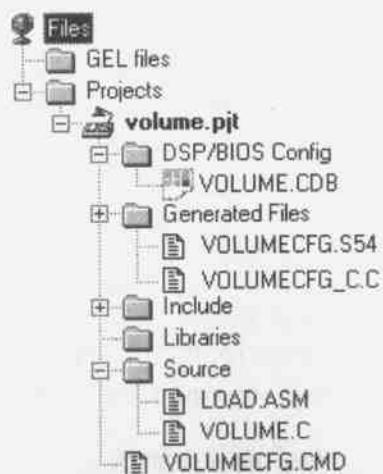

图 7.18 工程中包括的文件
- (1) 在 D:\application\ccs\myprojects 下建立一个名为 volume2 的文件夹。
- (2) 将 D:\application\ccs\tutorial\sim54xx\volume2t 目录下的所有文件复制到此目录中。
- (3) 从桌面或“开始”菜单程序组中运行 CCS2。
(4) 执行菜单命令 Project→Open, 打开 Volume.pjt 工程文件。
(5) 在工程视图中将工程展开, 如图 7.18 所示。本工程中包括以下文件: